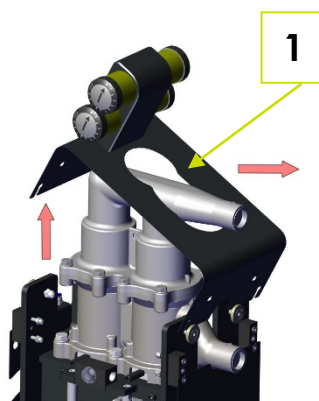

Fig. 4-6: Démontage de la protection supérieure
5. Démontez le carénage supérieur (1) dans le sens de la flèche (Fig. 4-6 : Démontage de la protection supérieure).